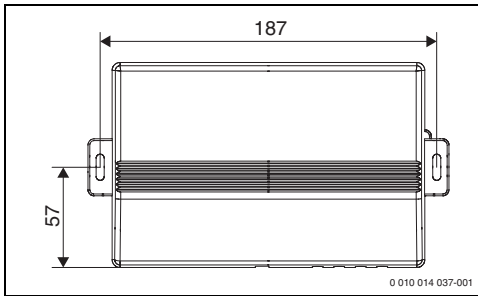

Bild 10 Regler montieren (Maße in mm)
- Löcher bohren (→ Bild 10, Seite 10).